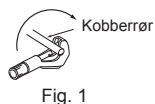

Fig. 1
- 1) Kutt kobberøret korrekt med rørkutter. (Fig. 1, 2)